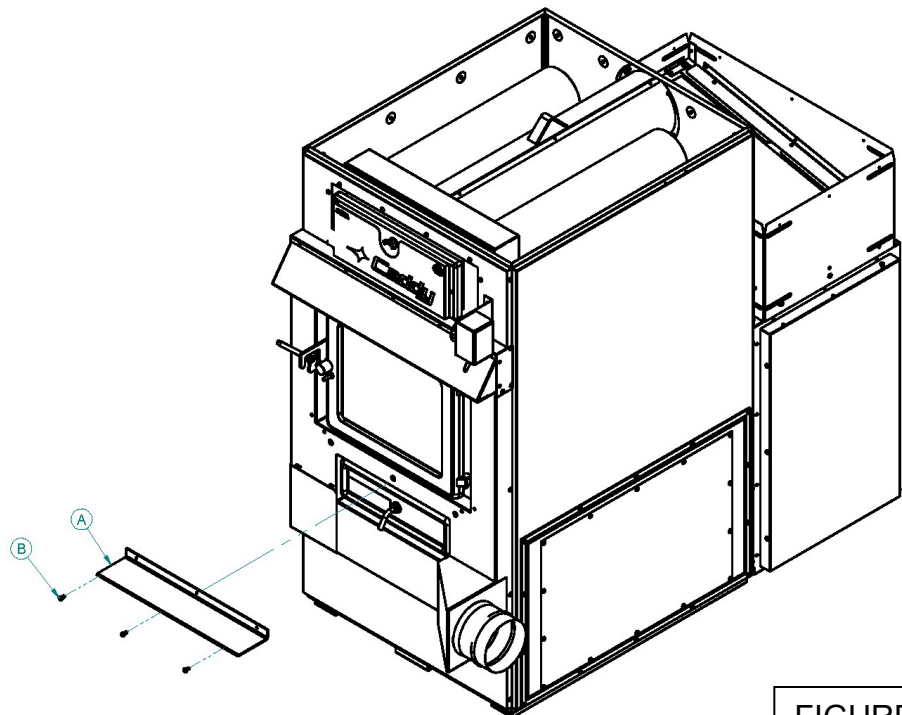

FIGURE 13
Étape 13 : Revissez le cendrier (A), retiré à l'étape 2, sur le bas de l'adaptateur d'entrée d'air frais à l'aide de trois vis (B) fournies tel qu'illustré à la figure 13.